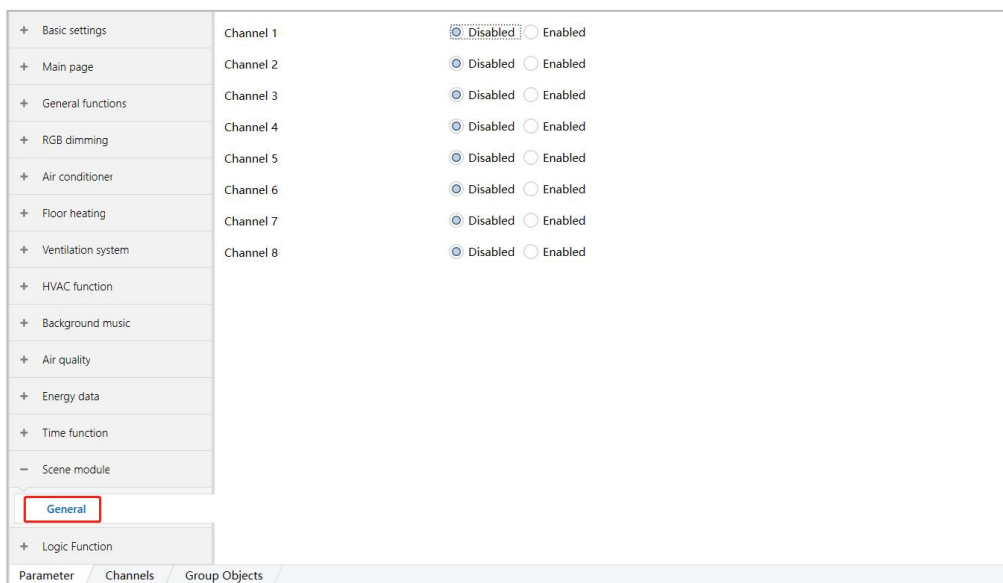

图 6.13.1
(1) 单击下述红色方框内的选项, 设置相关参数, 如图 6.13.1 所示